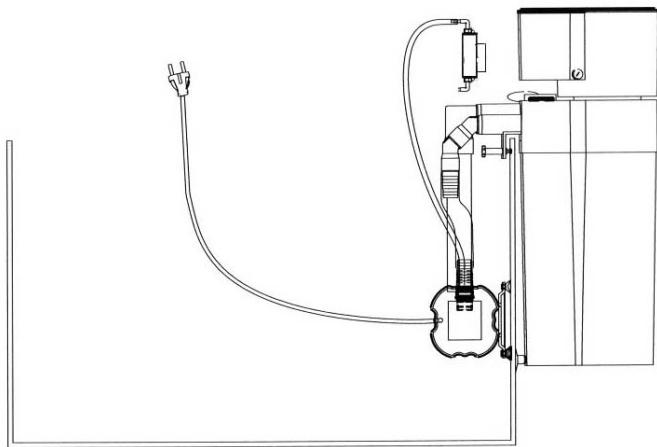

Abb. 3: Turboflotor Blue 3000 als Außenabschäumer, angehängt
1. Als Außenabschäumer außen an den Aquarienrand gehängt, „Hang on“ (Abb. 3).
Aufstellung außen am Aquarienrand (Abb. 3):
Jetzt kann der Abschäumer an der Aquarienscheibe ausgerichtet werden. Dazu werden die beiden Distanzschrauben unten am Abschäumer so justiert, dass der Abschäumer fest am Aquarium anliegt. Es ist dabei von Vorteil, wenn der Abschäumer nicht 100 % senkrecht steht, sondern um ca. 2° zum Aquarium geneigt ist (Abb. 3). Er liegt dann nicht nur besser an, es wird auch vermieden, dass Tropfwasser vom Ablauf an den Rohren über den Aquarienrand abläuft. Auf die beiden Distanzschrauben wird ein Silikonsauger gesteckt. Dies erhöht den Halt des Abschäumers am Aquarium. Der Abschäumer ist jetzt betriebsbereit und kann gestartet werden.